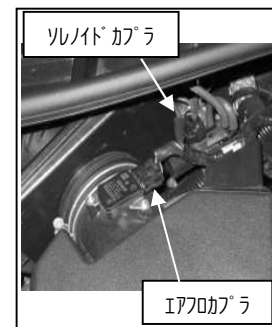

図 1
- ①エアフロカプラー、ソレノイドカプラーを取り外します。図 1 参照